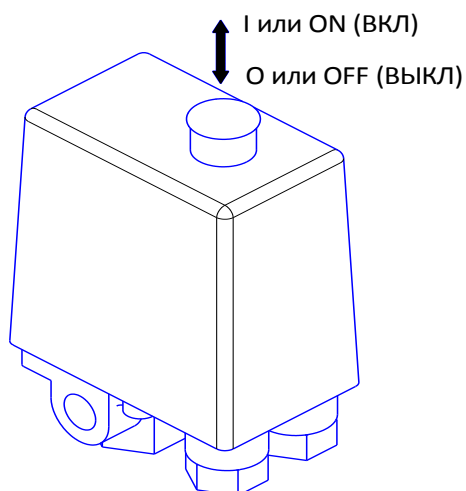

Рисунок 4
- 1 Проверьте, чтобы выключатель на маностате находился в выключенном положении "O" или "OFF", в зависимости от исполнения (см. рисунок 4).
- 4 Включите компрессор выключателем на маностате. Для этого необходимо переключить выключатель в положение "I" или "ON", в зависимости от исполнения (см. рисунок 4).
- 1 Переключите выключатель на маностате в положение "0" или "OFF", в зависимости от исполнения (см. рисунок 4).